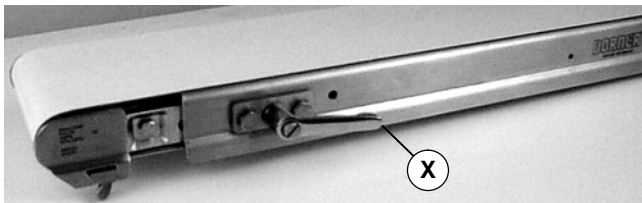

Abbildung 20
3. Entgegen dem Uhrzeigersinn Druck auf den Spannhebel ausüben (X siehe Abbildung 20).
5. Den Spannhebel (X siehe Abbildung 20 u. 21) im Uhrzeigersinn drehen, um die Gurtspannung zu mindern.
3. Die zwei (2) Schrauben (AL in Abbildung 20) entfernen. Den Hebel (X) abnehmen.